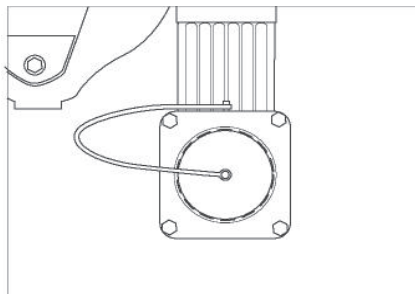

Bild 50 Ablauf Abwassertank
- Sicherstellen, dass die Ablassöffnung am Frischwassertank (Bild 50), der Ablasschieber des Abwassertanks (Bild 50) und das Sicherheitsventil des Warmwasserboilers geschlossen sind.